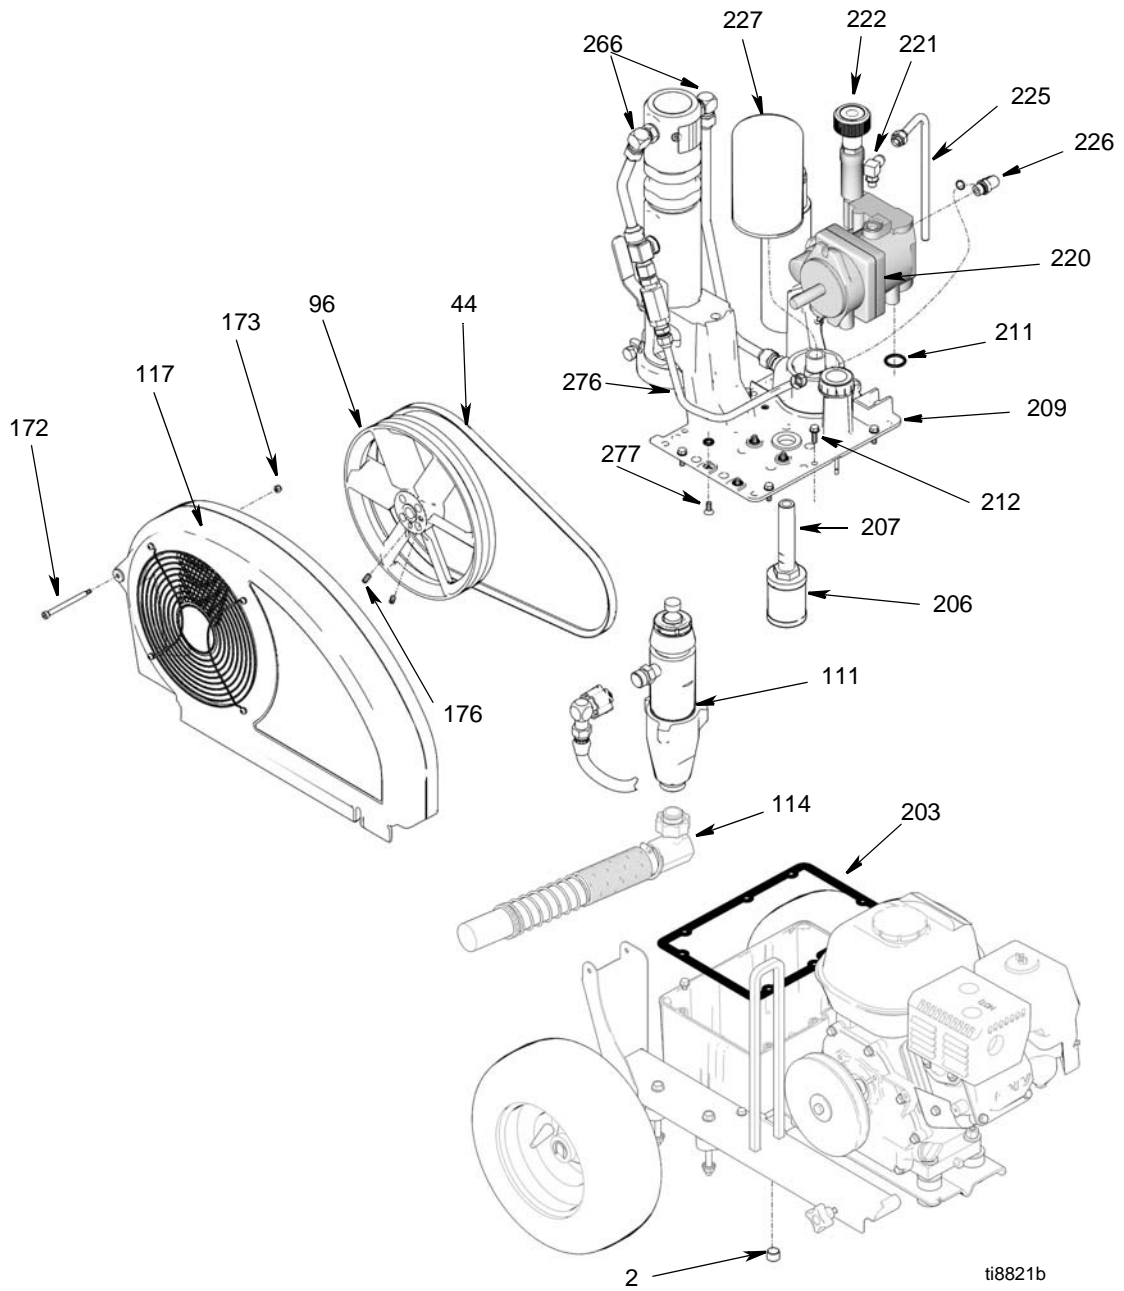

FIG. 2
3. Skruva ur pluggen (2) och ta bort oljefiltret (227) och låt hydrauloljan rinna ur.
4. Fig. 2. Lossa sugröret (114).
5. Koppla loss pumpen (111), sidan 15.
6. Ta bort skruven (172), muttern (173) och remskyddet (117).
7. Lyft upp motorn och ta bort remmen (44).
8. Skruva bort två låsskruvar (176) och ta bort fläktremskivan (96).
9. Ta bort dräneringsröret (225).
10. Ta bort rörvinkeln (221).
11. Ta bort röret (276) från rörvinkeln (226). Ta bort rörvinkeln (226) från hydraulpumpen (220).
12. Ta bort åtta skruvar (212), tankkåpan (209), filterenheten (206) och packningen (203).
13. Ta bort fyra skruvar (277) och hydraulpump (220) från tankkåpan (209).
1. Montera hydraulpumpen (220) på tankkåpan (209) med fyra skruvar (277), dra åt till moment 10,1-12,4 N·m.
2. Montera packningen (203) och tankkåpan (209) med åtta skruvar (212), dra åt till moment 12,4+/-0,5 N·m.
3. Montera rörvinkeln (226) i hydraulpumpen (220). Montera rörvinkeln (226) i röret (276). Dra åt till moment 33,9 N·m.
4. Montera rörvinkeln (221), dra åt till moment 20,3 N·m.
5. Montera dräneringsröret (225), dra åt till moment 20,3 N·m.
6. Montera fläktremskivan (96) med två låsskruvar (176).
7. Lyft upp motorn och montera remmen (44).
8. Montera remskyddet (117) med skruven (172) och muttern (173).
9. Anslut pumpen (111), sidan 15.
10. Fig. 2. Anslut sugröret (114).
11. Montera dräneringspluggen (2); dra åt till moment 12,4 N·m. Montera oljefiltret (227); dra åt 3/4 efter att packningen tar i fästet. Fyll hydraulpumpen med Graco hydraulolja, sidan 6, genom rörvinkelanslutningen (221) tills den är fullt. Fyll tanken med resten av oljan.